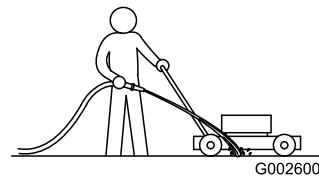

Figure 17
3. Mettez le moteur en marche et engagez la lame, puis dirigez un jet d'eau devant la roue arrière droite (**Figure 17**).